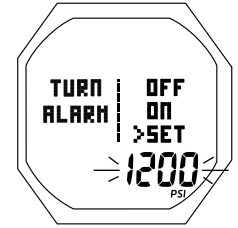

Fig. 39 - RÉGLAGE DE L'ALARME DE PRESSION DE DEMI-TOUR (émetteur 1 uniquement)
**RÉGLAGE DE L'ALARME DE PRESSION DE DEMI-TOUR (TURN) POUR L'ÉMETTEUR 1 :** paramètres affichés (Fig. 39)